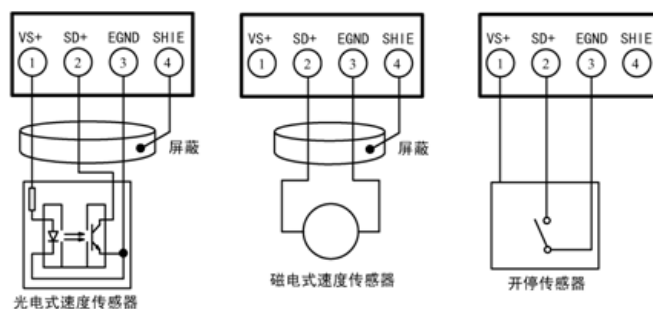

图 13-14-15 光电式、磁电式速度传感器、皮带启停无源常开触点时的连接
速度传感器通常具有 2 种类型：光电式速度传感器和磁电式速度传感器，当仪表设置为速度内给方式时，速度传感器也可采用皮带启停无源常开触点代替，图 13-14-15 显示了采取不同的速度传感器时的连接方法。
- 3) 接线: 按照图 13-14-15 链接开停传感器, 也可以连接控制设备启停的继电器的常开触点;